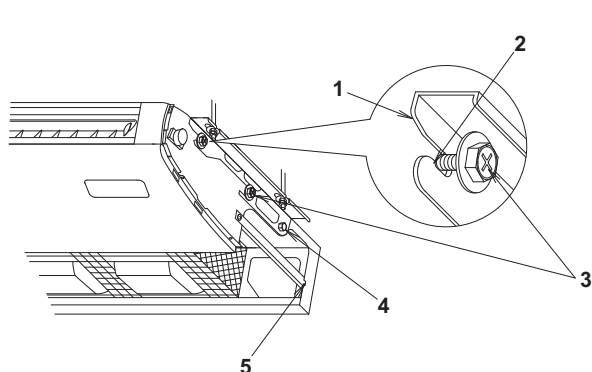

Bild 11
(2) Lyft inomhusenheten, skjut den framifrån och för in konsolhängebulten (M8) ordentligt för tillfällig upphängning. (Se bild 11)
(3) Dra åt konsolfästskruvarna (M5) på 2 platser (som tidigare tagits bort, så att de återställs). (Se bild 11)
(4) Dra åt konsolinstallationsbultarna (M8) (4 platser) ordentligt. (Se bild 11)